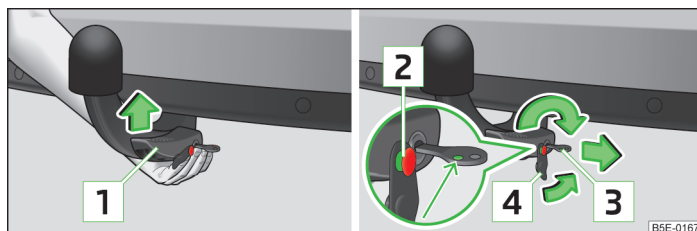

Fig. 154 Inserire la testa sferica/Bloccare la serratura e ripristinare il coperchio
- Afferrare la testa sferica **dal basso** » fig. 154 e inserirla nel pozzetto di alloggiamento sino a quando emetterà un clic udibile » .